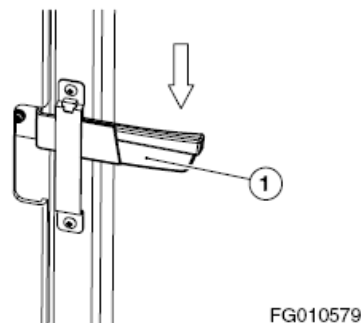

Figura 90
2. Para soltar la puerta del lateral de cabina, presione hacia abajo la palanca del pestillo (1, Figura 90). Esta palanca se encuentra a la izquierda del asiento del conductor.